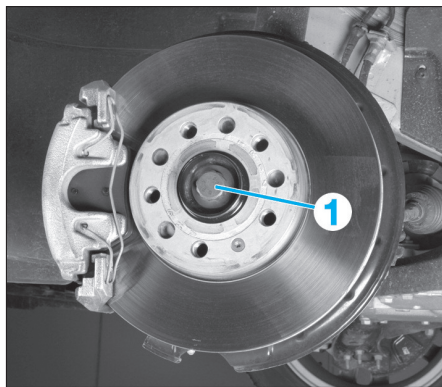

FIG. 1
- Déposer la vis douze pans de l'arbre côté roue (Fig.1).